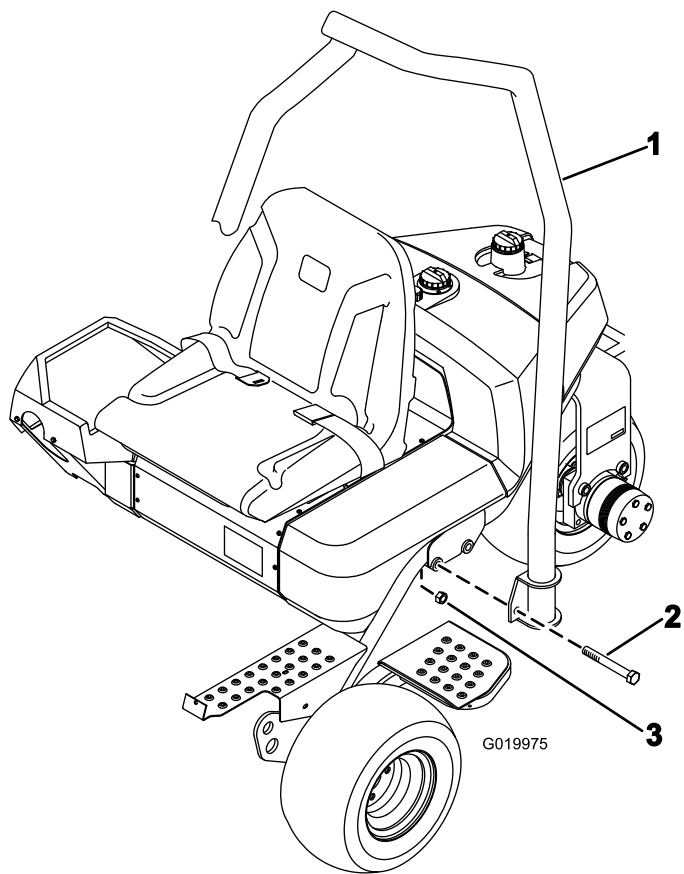

Bild 7
1. Positionieren Sie den Überrollschutz so, dass das Rohr oben zur Vorderseite der Maschine gekrümmt ist (Bild 7).
2. Senken Sie den Überrollschutz auf den Rahmen und fluchten ihn mit den Befestigungslöchern aus (Bild 7).
3. Befestigen Sie jede Seite des Überrollschutzes mit zwei Schrauben ($\frac{5}{8}$ " x $4\frac{1}{2}$ ") und Sicherungsmuttern am Rahmen, wie in Bild 7 dargestellt. Ziehen Sie diese auf ein Drehmoment von 183 bis 223 N·m fest.